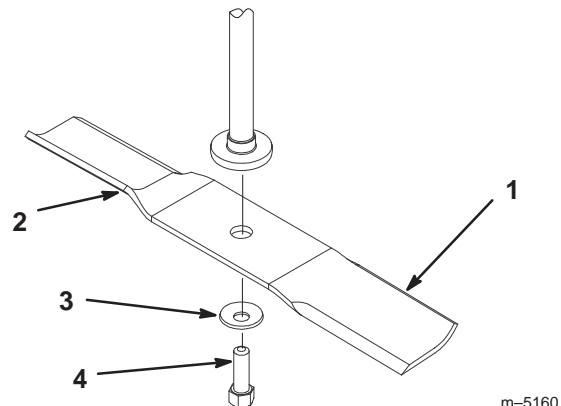
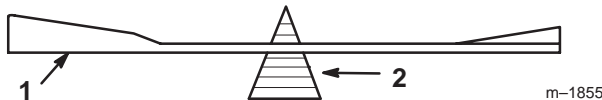

Bild 36
Bild 38
Halten Sie das Ende des Messers mit einem stark wattierten Handschuh oder wickeln Sie einen Lappen um es herum. Entfernen Sie die Messerschraube, Wellenscheibe und das Messer von der Spindelwelle (Bild 36).
2. Überprüfen Sie die Auswuchtung des Schnittmessers auf einer Ausgleichmaschine (Bild 38). Wenn das Schnittmesser in seiner horizontalen Position bleibt, ist es ausgewuchtet und kann wiederverwendet werden. Feilen Sie, wenn das Schnittmesser nicht ausgewuchtet ist, vom Flügelbereich des Messers etwas Metall ab (Bild 36). Wiederholen Sie diesen Vorgang, bis das Messer ausgewuchtet ist.
1. Bringen Sie das Messer auf der Spindelwelle an (Bild 36).
2. Setzen Sie die Wellenscheibe (Kappenseite zum Messer) und die Messerschraube ein (Bild 36). Ziehen Sie die Messerschraube mit 47 bis 88 Nm an.